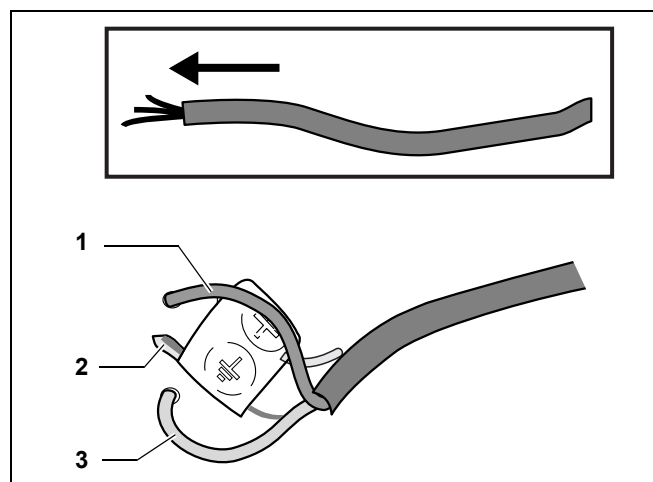

Fig. 42 Cordon rețea
- Montarea steckerului de rețea la prelungitor (fig. 42).